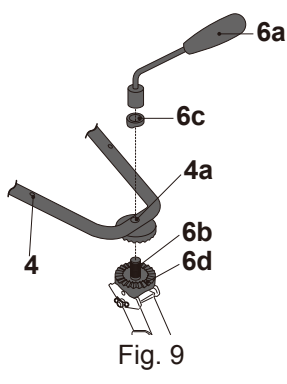

Fig. 9
- > Retire la palanca de ajuste de la empuñadura (6a) y la arandela (6c) y la palanca de ajuste de la empuñadura (6a). (Fig. 9)